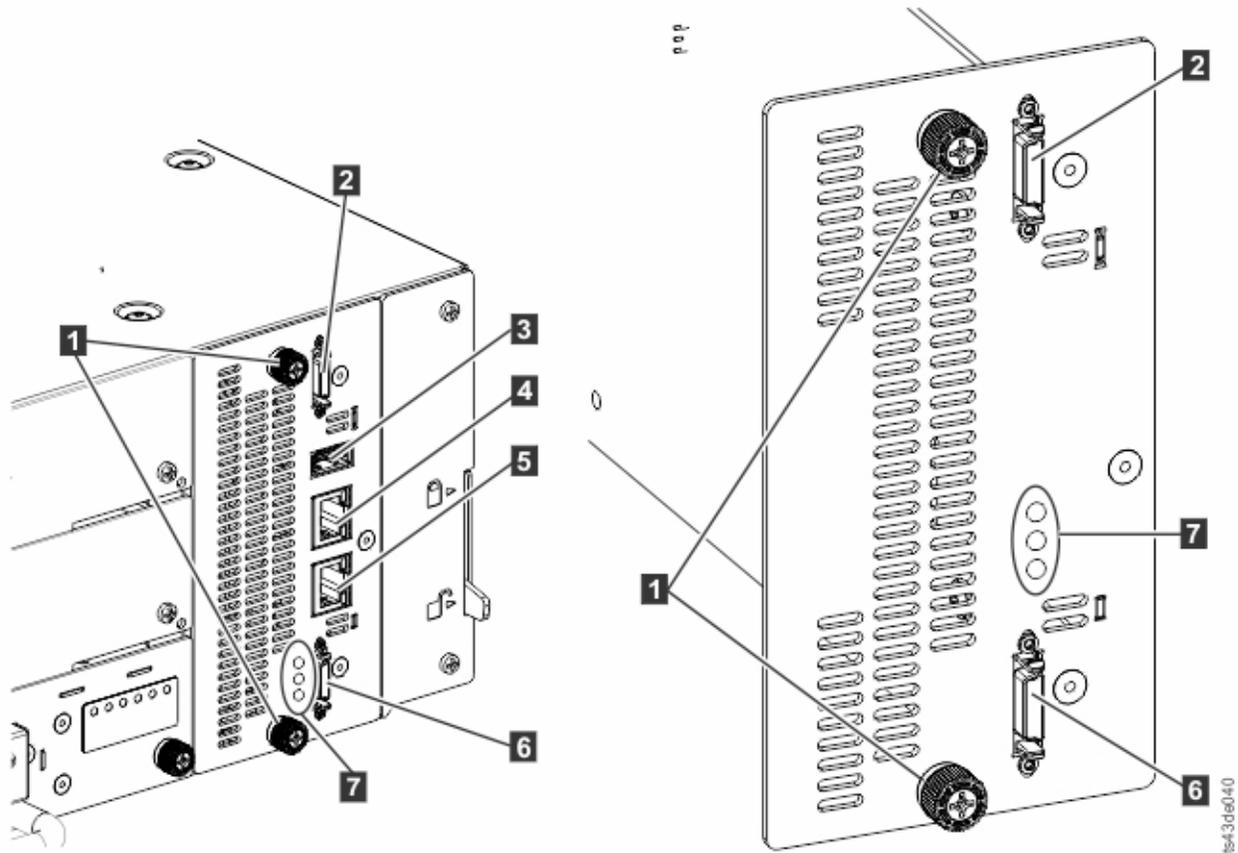

Abbildung 68. Komponenten der Controllerkarte
3. Entfernen Sie die Ethernet-Kabel (**4** und **5**) und das USB-Kabel (**3**) (falls vorhanden). (Ein Erweiterungsmodul hat keinen Ethernet- oder USB-Port. Siehe Abb. 68 auf Seite 141).
4. Setzen Sie die vorher entfernten Erweiterungsmodul-Verbindungskabel (**2** und **6**), die Ethernet-Kabel (**4** und **5**) und das USB-Kabel (**3**) wieder ein. (Ein Erweiterungsmodul hat keinen Ethernet- oder USB-Port. Siehe Abb. 68 auf Seite 141).